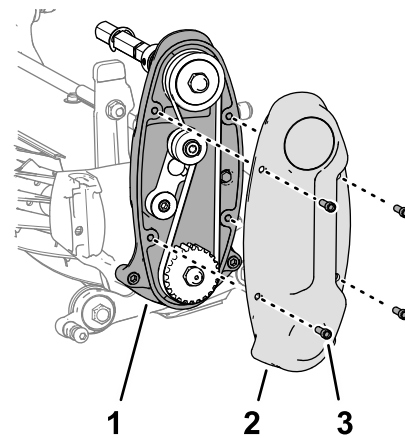

Figura 18
5. Assemblate la copertura all'alloggiamento della trasmissione del cilindro (Figura 18) con le 4 viti ad esagono incassato (1/4" x 3/4").